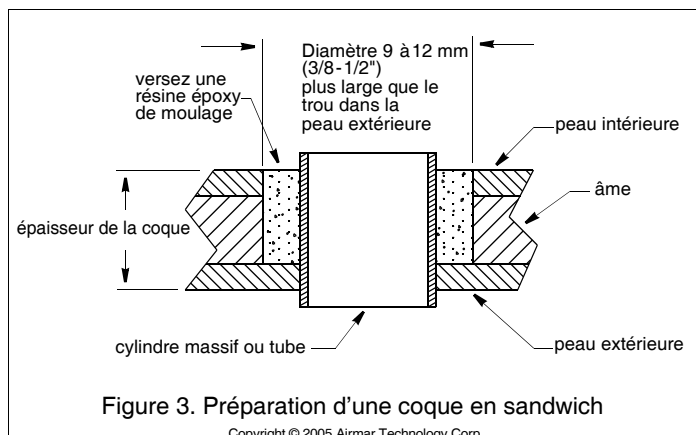

Figure 3. Préparation d'une coque en sandwich
- À l'aide d'une scie cloche Ø 51 mm ou 2", découpez un trou depuis l'extérieur dans la peau *extérieure* uniquement (voir Figure 3).